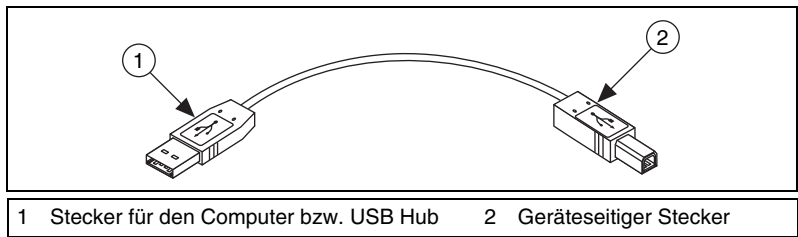

Abbildung 5. USB-Kabel und -Stecker
2. Verbinden Sie das Gerät über ein USB-Kabel entweder mit dem USB- bzw. IEEE-1394-Anschluss des Rechners, einem Hub oder einem anderen Gerät. In der Abbildung 5 ist ein USB-Kabel dargestellt.